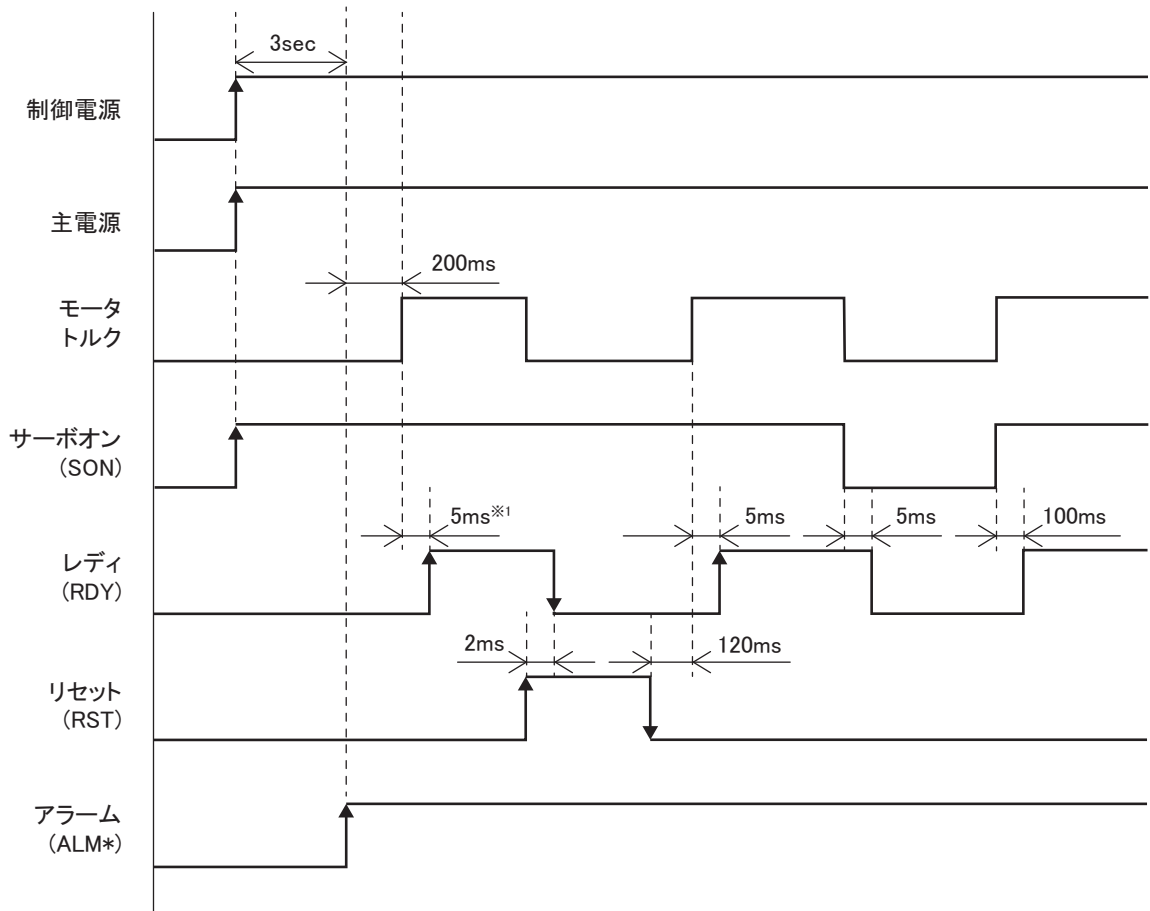

図2-11 タイミングチャート
- c. ブレーキ付モータをご使用の場合、モータの動作を行う前にブレーキを確実に解除してください。ブレーキを解除せずにモータ動作をした場合、モータが焼損する恐れがありますので、「図 2-11 タイミングチャート」をご参照の上、タイミングには注意してください。